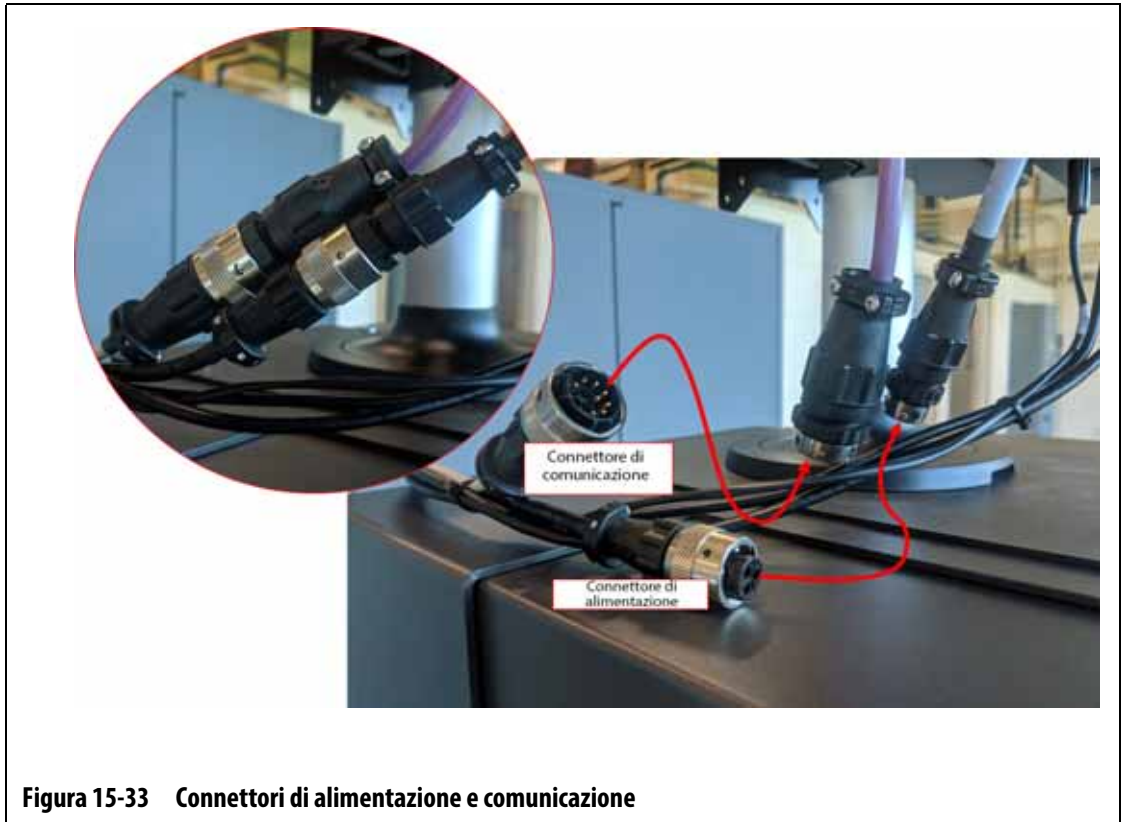

Figura 15-33 Connettori di alimentazione e comunicazione
6. Collegare il connettore femmina del cavo di Alimentazione e il connettore maschio del cavo di comunicazione al connettore maschio dell'Alimentazione e al connettore femmina di Comunicazione sulla MCU. Consultare la Figura 15-33.